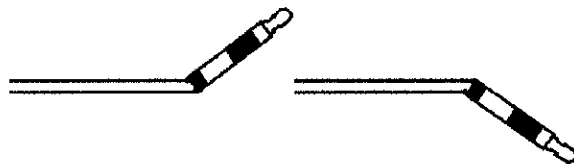

Figura 6
2. A continuación, enderece el empujador de nuevo, siga doblando y enderezando hasta que el tubo del empujador se abra, exponiendo el elemento de liberación (figura 6).